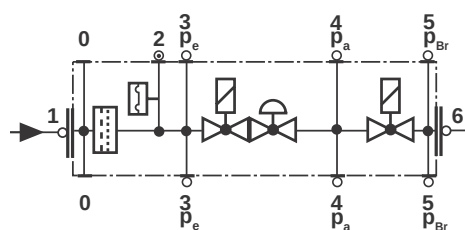

Fig. 32
- Cambiar el filtro cuando Δp entre las tomas de presión 1 y 3 sea > 10 mbar (Fig. 32).
- Cambiar el filtro cuando Δp entre las tomas de presión 1 y 3 (Fig. 32) sea dos veces mayor que el valor registrado durante el último control.